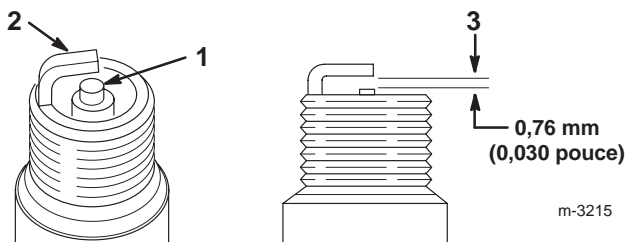

Figure 23
1. Inspectez le centre des bougies (Fig. 23). Si le bec de l'isolateur est recouvert d'un léger dépôt gris ou brun, le moteur fonctionne correctement. S'il est couvert d'un dépôt noir, c'est généralement signe que le filtre à air est encrassé.
2. Contrôlez l'écartement entre l'électrode centrale et l'électrode latérale (Fig. 23). Courbez l'électrode latérale (Fig. 23) si l'écartement est incorrect.